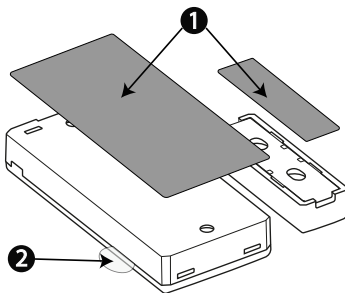

Figura 2: Instalación rápida
1. Despegue y suelte los revestimientos de las dos bandas de doble faz de la cinta adhesiva y péguelas en el dispositivo y en el imán. Ver Figura 2.